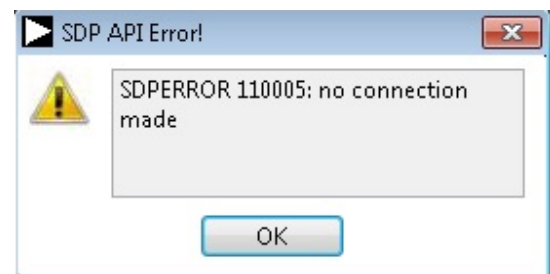

図 16. [SDP-H1 ボードが USB ポートに接続されていない] ポップアップ・ウィンドウ・エラー
3. [Cancel] をクリックすると、図 16 のようなメッセージが表示されます。